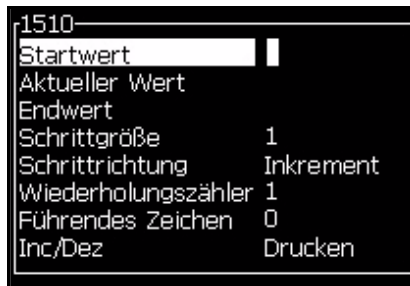

Abbildung 5-28: Dialogfeld *New Counter (Neuer Zähler)*
- 4 Drücken Sie die Taste *Enter*, um das Dialogfeld für *Counters (Zähler)* zu öffnen (siehe Abbildung 5-28).
- 5 Setzen Sie die Werte für alle Felder im Dialogfeld *Counter Configuration (Zählerkonfiguration)* (siehe Abbildung 5-28).